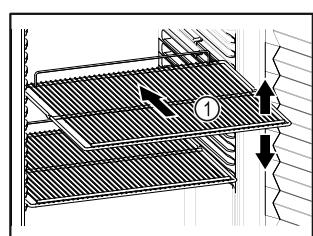

Fig. 40 例图
- 如果储物区 Fig. 40 (1) 可移动,则根据高度调整储物区。